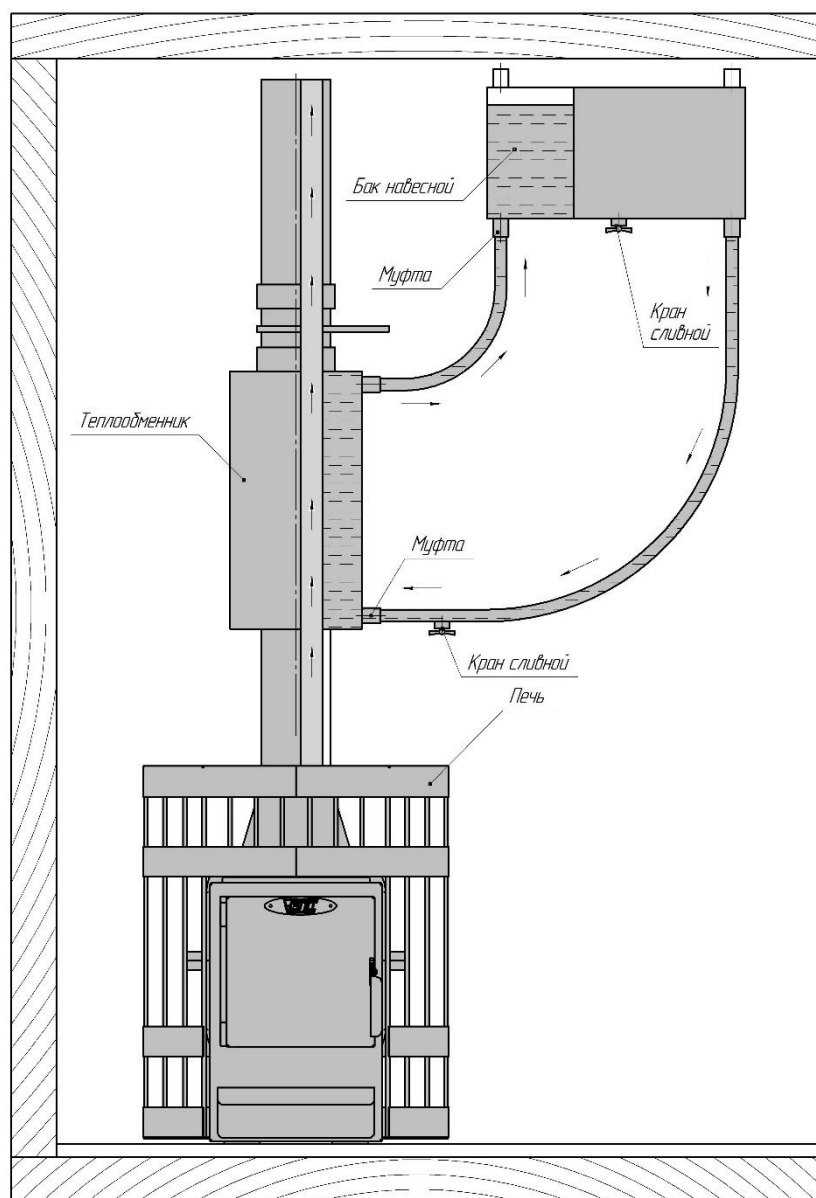

Рисунок 3: Вид спереди: подключение бака для горячей воды к банной печи серии «КОМЕТА».
- на печь устанавливается теплообменник, который подсоединяется к выносному баку – это отдельно весящий бак, который может быть размещен, в любом удобном месте или помещении (рисунок 3).